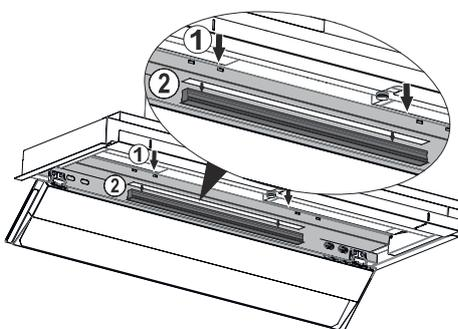

Fig. 26
3. → Con una mano, premere la lampada in direzione della freccia (Fig. 26 /1), con l'altra mano tenere la lampada in modo che non cada (Fig. 26/2).